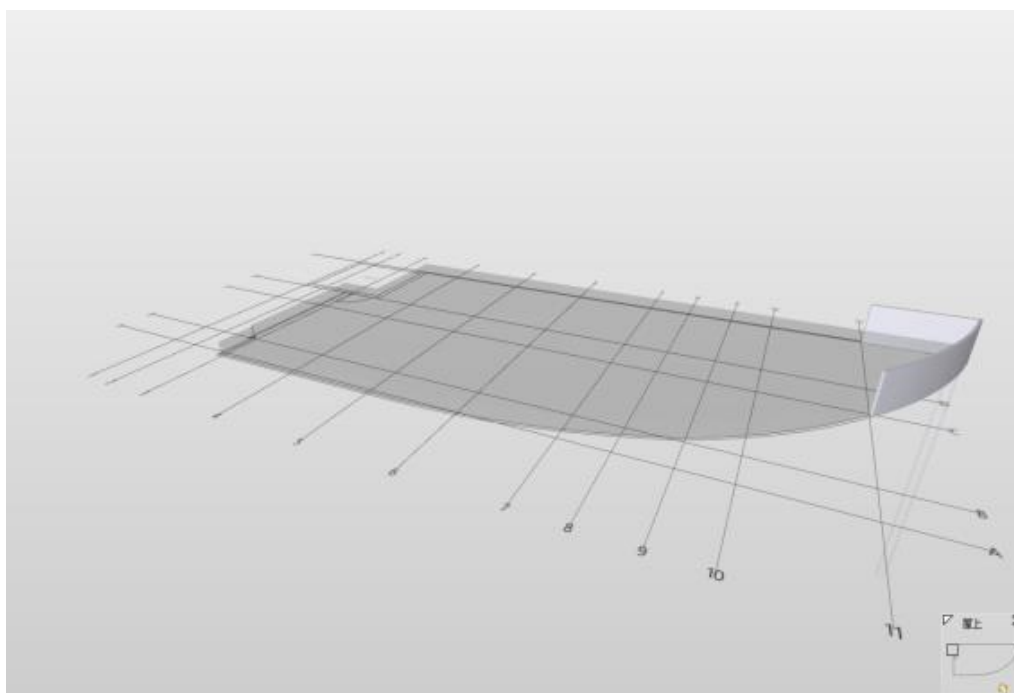

図 51. 案件に関連するコンポーネントが表示されます
- ⑦ カテゴリを選択すると、そのカテゴリの案件に属するコンポーネントのみが3Dビューに表示されます。より情報を見やすくするため、関連するフロアのフットプリントが表示されます。(図 51 を参照)画面右下にはサイズ変更可能な3D のナビゲーションマップがあります。